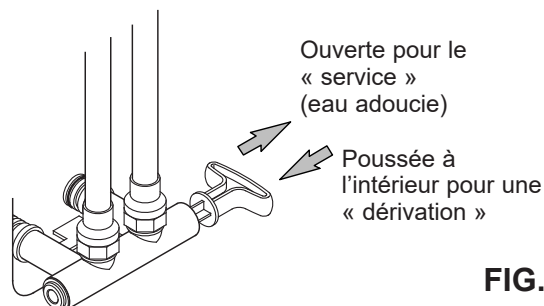
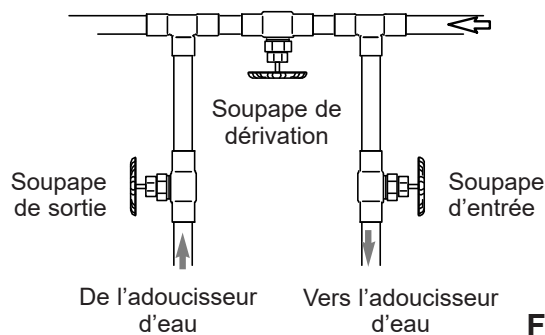

FIG. 7
FIG. 8
Installez une soupape de dérivation simple (incluse), de la manière illustrée à la figure 7, ou, si telle est votre préférence, le système de dérivation à trois robinets (pièces non incluses) en vous reportant à la figure 8. Les robinets de dérivation vous permettent de couper l'eau alimentant l'adoucisseur, au besoin, pour effectuer des travaux d'entretien tout en continuant d'avoir de l'eau dans les tuyaux.
**ATTENTION :** Le tuyau d'eau froide (en métal) d'une maison est souvent utilisé pour assurer la mise à la terre du circuit électrique de l'habitation. Le mode d'installation de la soupape de dérivation triple illustré à la Figure 8 maintiendra la continuité de la mise à la terre. Si vous utilisez des soupapes de dérivation en plastique sur l'appareil, la continuité sera rompue. Pour rétablir la mise à la terre, procédez comme suit :
2. Placez la soupape de dérivation (simple ou à trois robinets) en position de « dérivation ». Consultez les figures 7 et 8 à la page 7.